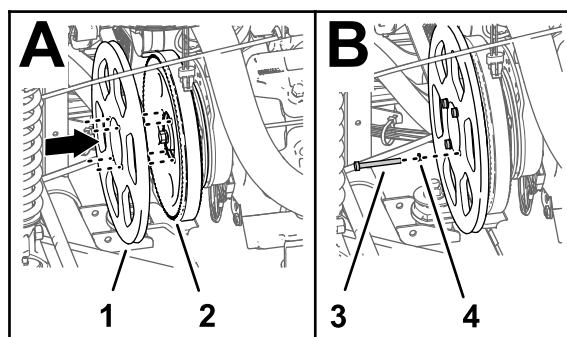

図 180
4. オルタネータブラケットを用プーリキットの穴を、ポンプ用プーリの穴に合わせる 図 180。